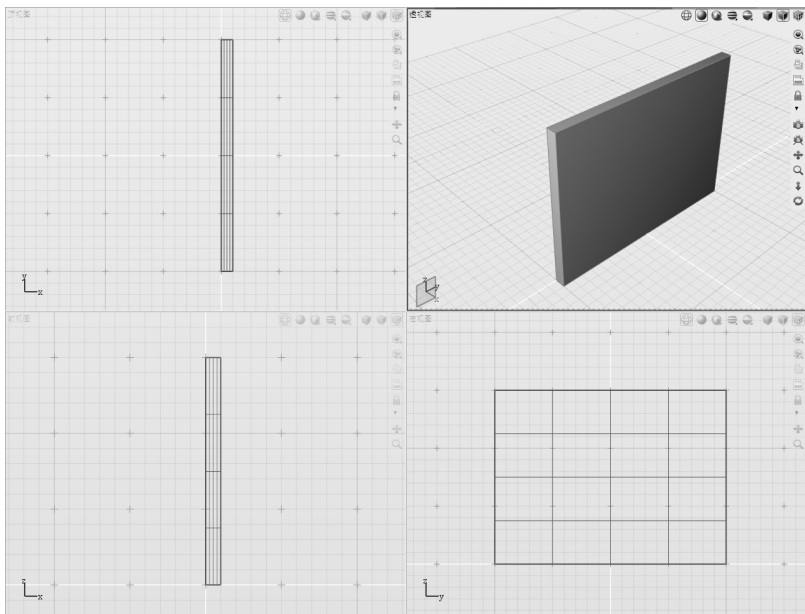
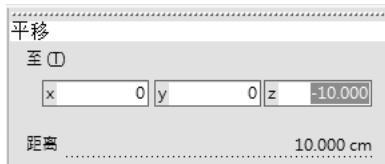

图 5-2 在右视图中创建立方体
图 5-3 将立方体向 Z 轴负方向移动 10cm
3) 激活曲面基元构建工具：“立方体”工具 ，首先接受所有默认设置，随后在控制面板中输入立方体参数：长为 20cm、宽为 15cm、高为 1cm，如图 5-2 所示。
1) 激活顶视图，选中图 5-2 中构建的立方体，激活“平移”工具，将立方体向左侧（Z 轴负方向）移动 10cm，如图 5-3 所示，单击鼠标右键退出该工具。